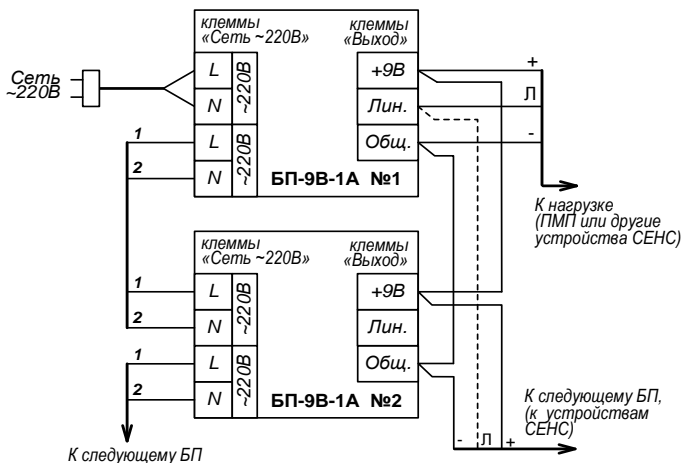

Рисунок 2 - Параллельное включение нескольких БП
При параллельном включении нескольких блоков питания цепь Линия от устройств СЕНС (ПМП..., БК..., МС-К..., и др.) следует подключать только к одному блоку питания (рисунок 2).
3.3.1 В случае параллельного включения двух и более БП (см. рисунок 2) необходима их настройка. Следует проверить и, при необходимости, отрегулировать выходные напряжения каждого из БП, сделав их одинаковыми. Рекомендуется данную операцию провести поочередно для каждого БП – установить выходное напряжение 8,9 ( $\pm 0,02$ ) В при токе нагрузки 0,5 А. Увеличение выходного напряжения осуществляется поворотом по часовой стрелке винта регулировки выходного напряжения, расположенного справа от клеммных зажимов «Выход» (см. рисунок 6).